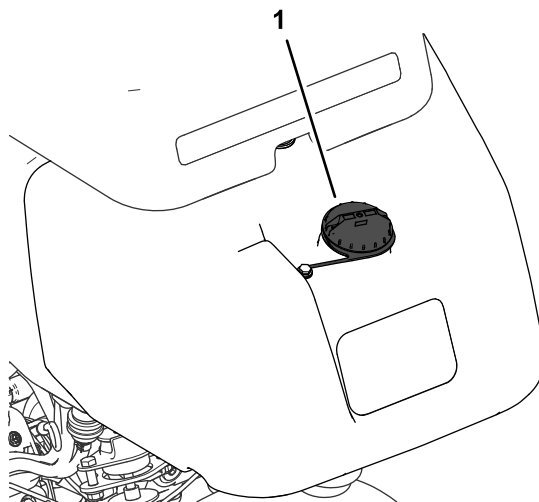

Figura 21
1. Pulite attorno al tappo del serbatoio del carburante e rimuovetelo (**Figura 21**).